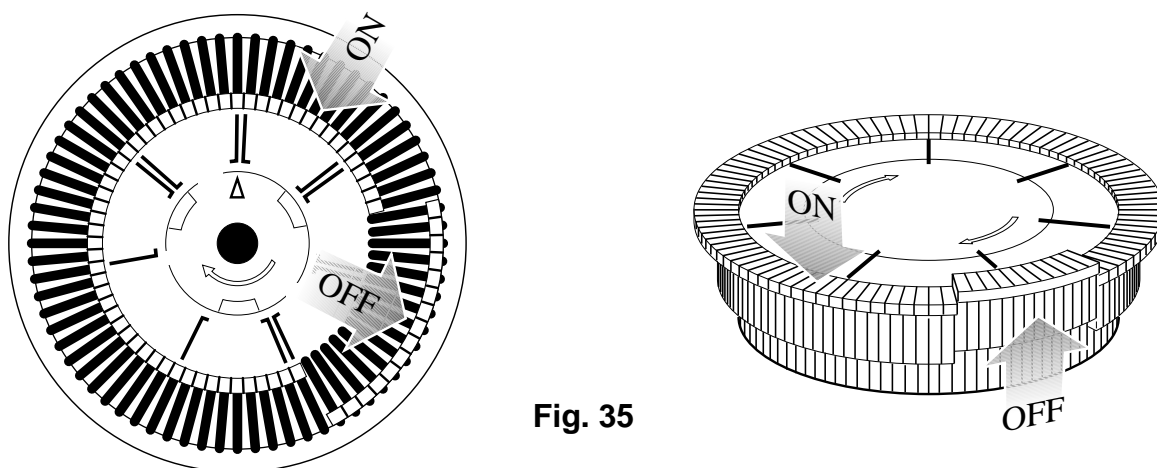

Fig. 35
12.15 Inserimento programma, nel temporizzatore SETTIMANALE (Fig.35): Sollevare tutti i cavalieri corrispondenti alle fasce orarie in cui NON si desidera riscaldare l'ambiente. In questo modello, i periodi di funzionamento temporizzato sono ovviamente più limitati, anche se si offre la possibilità, di intervenire più volte automaticamente nell'arco di una settimana, senza ulteriori messe a punto.